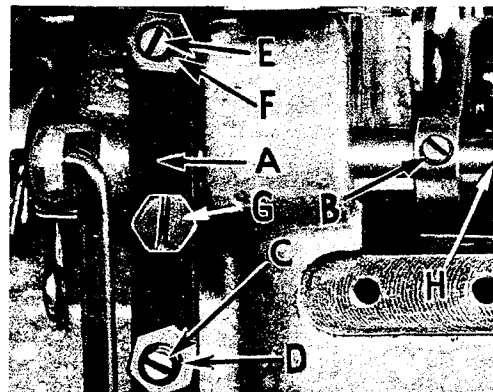

Fig. 16
Befestige den Drückfuß an seinem Arm, schwinde den Arm beim Höchststand der Nadel ein und sichere den Arm in seiner rechtsseitigen Endstellung. Wenn nötig, kann der Drückfuß nach dem Stichlochschnitt der Stichplatte neu ausgerichtet werden, und zwar durch Verschieben der Drückfuß-Schwingwelle (H, Fig. 16). Um die Welle zu bewegen, löse die Schraube (B, Fig. 16) am Stelling (G) und die Klemmschraube (G). Dann schiebe die Drückfuß-Schwingwelle je nach Bedarf nach links oder rechts. Ziehe die Stellringschraube und die Klemmschraube wieder an.
Hebel (A, Fig. 16) und der Stelling (B) sichern diese Achse seitlich. Achte darauf, daß der Drückfußarm sich nicht verklemmt oder in die Höhe geht, wenn der Druck weggenommen ist. Um den Nadelschlitz am Drückfuß mit dem Stichloch der Stichplatte in Übereinstimmung zu bringen, löse die Drückfuß-Gelenkschraube.
Stelle die Hub-Begrenzschraube (C, Fig. 16) so ein, daß der Fuß nicht weiter angehoben werden kann als es der Obergreifer zuläßt. Hierauf ziehe die Sicherungsmutter (D) fest an. Der Drückfuß-Lifterhebel soll etwa $1/16''$ bis $1/8'' = 1,6 \text{ mm}$ bis $3,2 \text{ mm}$ freien Weg haben bevor der Drückfuß angehoben wird. Diese Einstellung wird mit der Schraube (E) vorgenommen und durch die Mutter (F) gesichert. Zum Schluß montiere das Stoffablaufblech, den Stoffanschlag und die Scharnierplatte.
Assemble the presser foot to presser arm. With needle in high position, swing presser arm into sewing position and set the presser foot to align needle holes (front and back) and flat on throat plate. The front edge of needle hole in presser foot must be aligned with front edge of needle hole in throat plate. It is also important that the bottom of the presser foot be flat on the throat plate. If necessary, presser foot can be realigned with throat plate slots by shifting the foot lifter lever shaft (H, Fig. 16). To move the shaft, loosen collar screws (B, Fig. 16) and clamp screw (G) and then shift the foot lifter lever shaft to the left or right as required. Retighten collar screws and clamp screw.
The foot lifter lever arm (A, Fig. 16) and the collar (B) secure the shaft. Be sure the presser arm does not bind and rise when presser foot release bushing is unlocked.
Adjust lifter lever stop screw (C, Fig. 16), so that presser foot can be raised no higher than upper looper will permit; then lock the nut (D). There should be from $1/16''$ to $1/8'' = 1,6 \text{ mm}$ to $3,2 \text{ mm}$ free motion of foot lifter lever before the presser foot begins to rise. This adjustment should be made with screw (E) and locked with nut (F). Re-assemble the chip guard, fabric guard and cloth plate. To assemble chip guard, turn handwheel until upper knife assembly reaches its highest position.